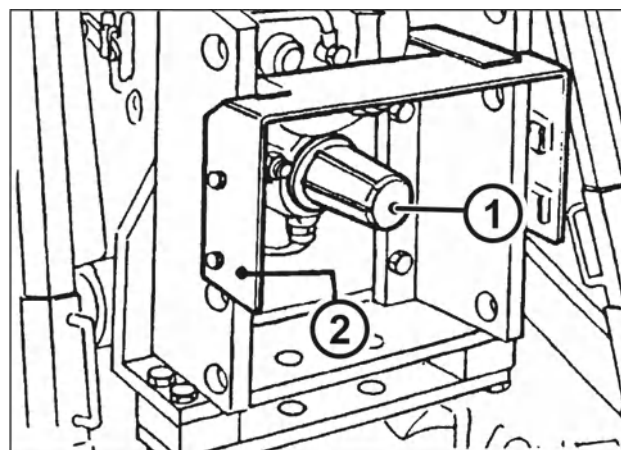

Рис. 5-16
1. Отвинтите и снимите защитный колпачок с ВОМ и положите его в ящик для инструментов, чтобы установить его на место позже (рис. 5-16).
3. Убедитесь, что установлены защитные средства (1 и 2) (рис. 5-16).